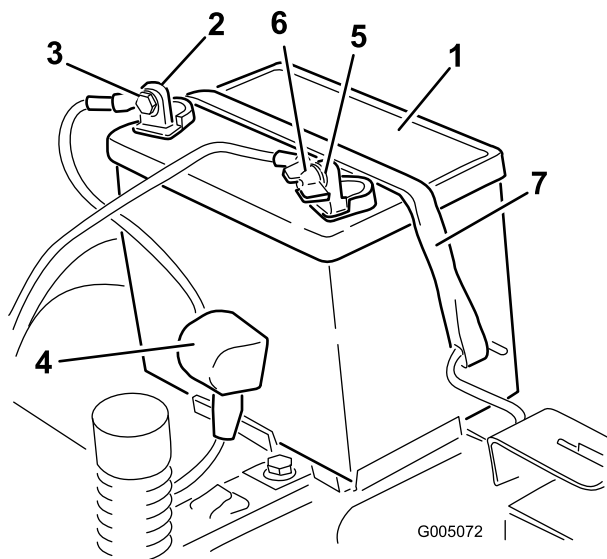

Figura 39
- Desligue o cabo negativo (preto) do pólo da bateria (Figura 39). Guarde todos os parafusos e porcas.
- Deslize a cobertura de borracha para cobrir o cabo positivo (vermelho). Desligue o cabo positivo (vermelho) do pólo da bateria (Figura 39). Guarde todos os parafusos e porcas.
- Retire o suporte da bateria (Figura 39) e levante a bateria para a retirar da respectiva plataforma.
1. Posicione a bateria no tabuleiro (Figura 39).
5. Prenda a bateria ao suporte (Figura 39).